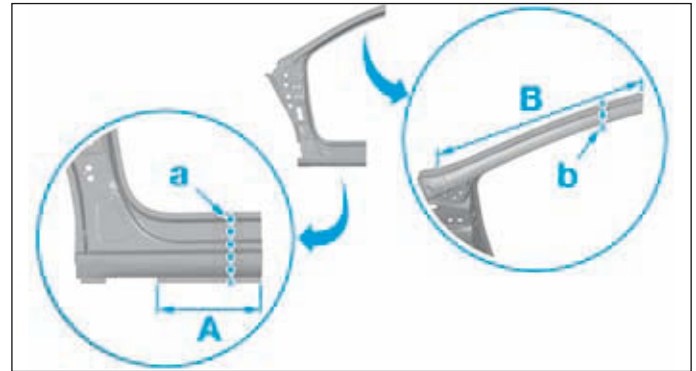

FIG.68
- Tracer puis découper la pièce neuve en (3) et (4) dans les zones de coupe (A) et (B) (Fig.68).